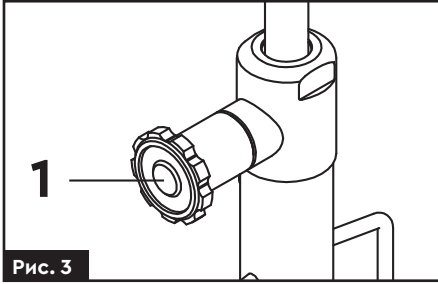

Рис. 3
1. Поверніть запірний клапан (1) проти годинникової стрілки, щоб шток повністю опустився вниз (рис. 3).